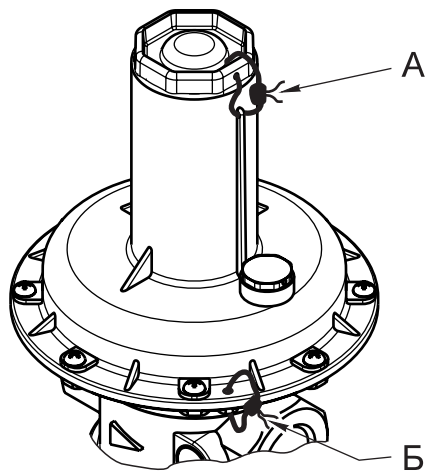

Рис. 6
#### 4.5 Пломбирование клапана (рис. 6 - для DN 15 - 25, рис 7 - для DN 32 - 50).
4.5.2 Для пломбировки используйте проволоку диаметром 0,8 - 1,5 мм, которую необходимо протягивать через отверстия, расположенные в защитной пробке и плоскости соединения корпусных деталей (рис. 6 и 7, места А и Б). Пломбировка места Б произведена на заводе-изготовителе. Пломбировка места А осуществляется после настройки клапана на необходимое давление срабатывания.